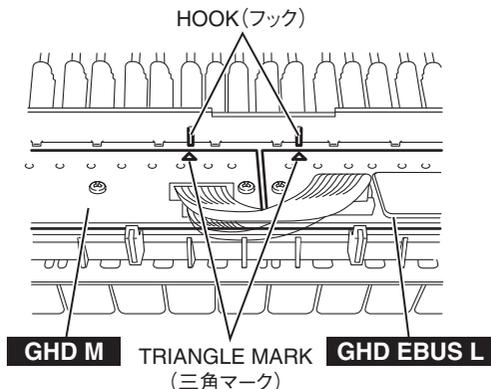

Fig. 26 (図26)
* **When installing the circuit boards, set it under hooks to align the triangle marks of the circuit board and projection parts of the frame as shown in figure 26.**
※ GHD M シートと GHD EBUS L シートを取り付ける際は、フレーム裏側にあるフック位置と基板の△マークが一致していることを確認してください。(図 26)